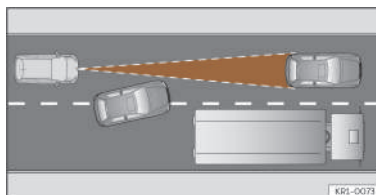

Fig. 122 Veicolo che cambia corsia.
- Veicoli che cambiano corsia sulla quale state circolando a breve distanza dal vostro veicolo >>> fig. 122.